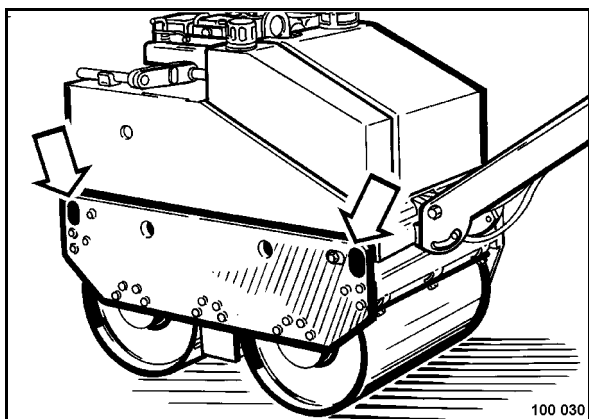

Рис. 51
- Закрепить машину на транспортном средстве. При этом зачаливать крепление с обеих сторон к отмеченным местам крепления (Рис. 51).